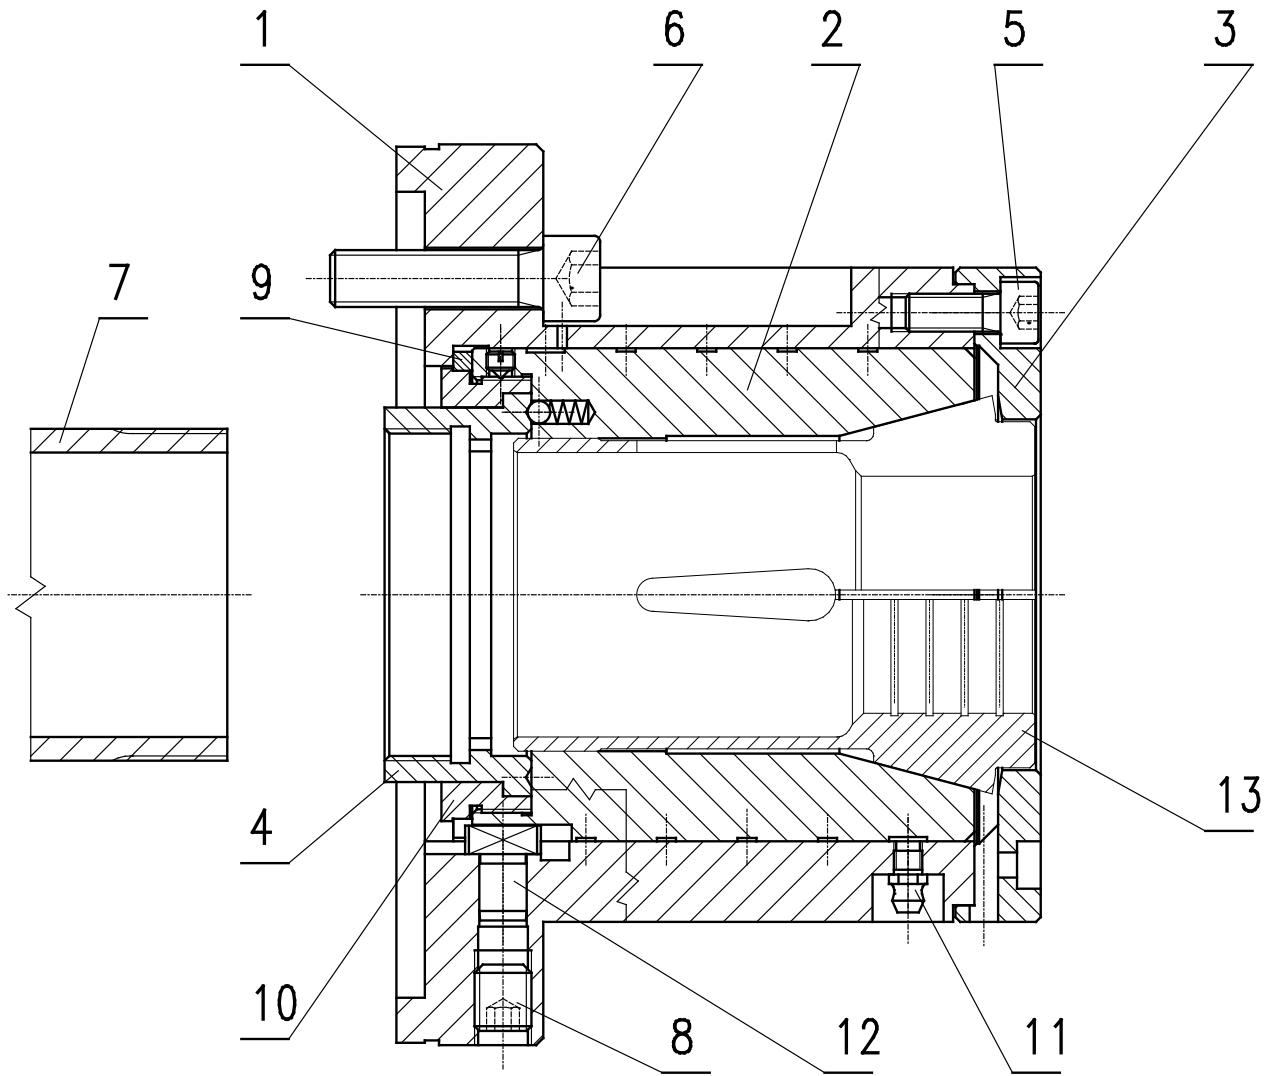

Abb. 1. Spannfutter 2905
- einheitlicher Futterkörper (1) Abb. 1 mit kegeligem Sitz oder mit zylindrischem Sitz,
- kegelige Hülse (2) mit Mutter (10),
- Abdeckung (3),
- Stützring (9),
- Zugstangenmutter (4).